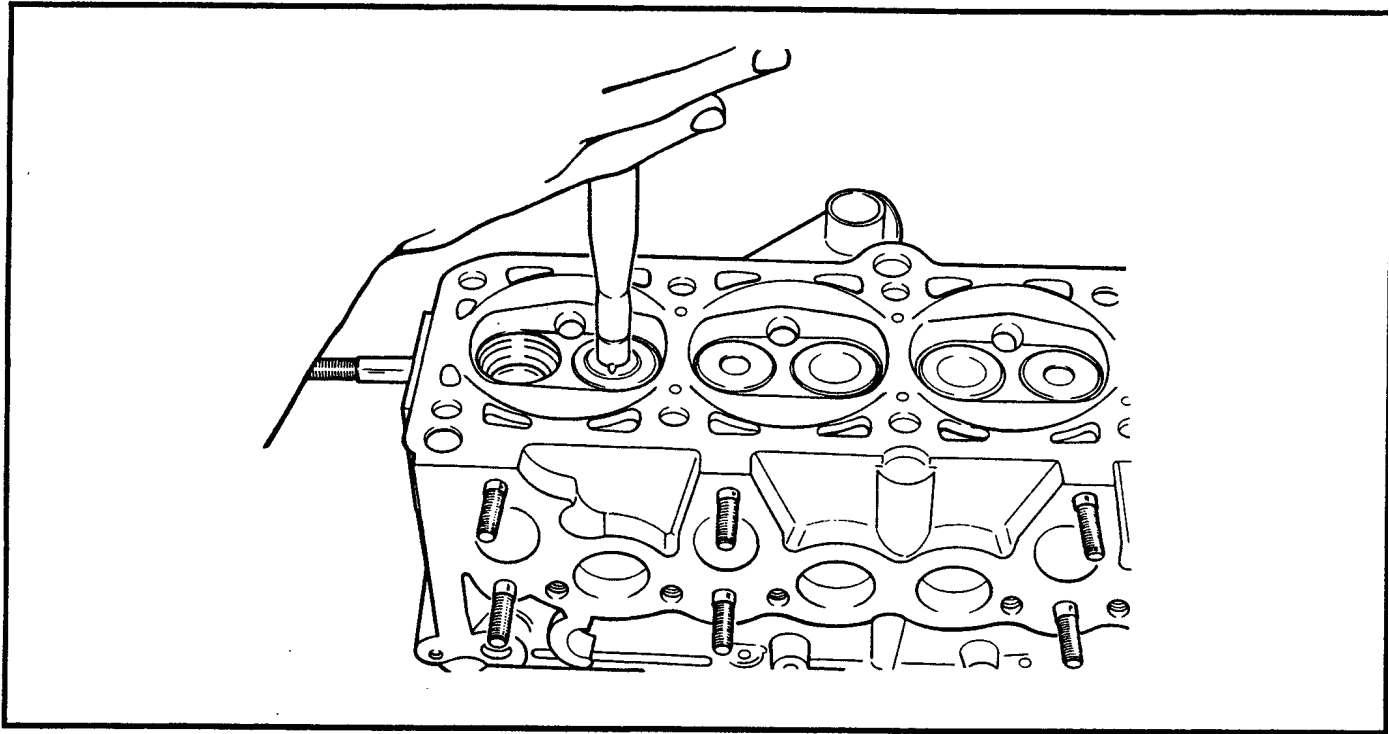

Figure 2-6-22 Valve Lapping
- k. Lap each valve in its corresponding seat, see Figure 2-6-22.
- k. Roder chaque soupape dans son siège correspondant, voir figure 2-6-22.